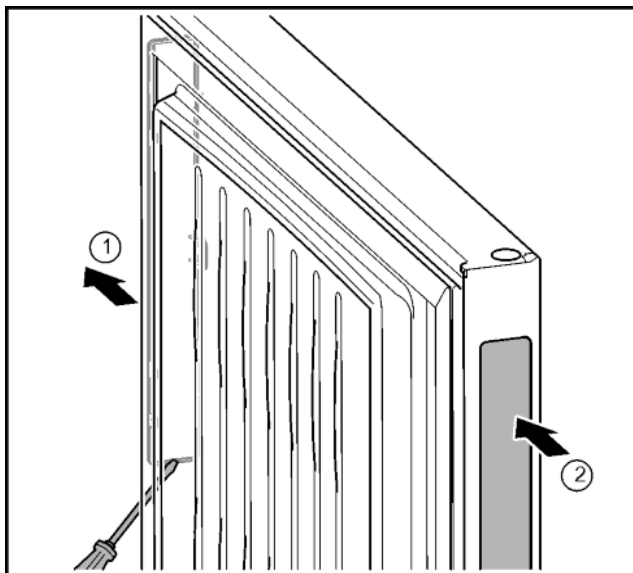

Fig. 21
- С помощью шлицевой отвертки снять крышку вспомогательного механизма открывания двери с противоположной стороны. Fig. 21 (1)
- Вставить в образовавшееся отверстие. Fig. 21 (2)